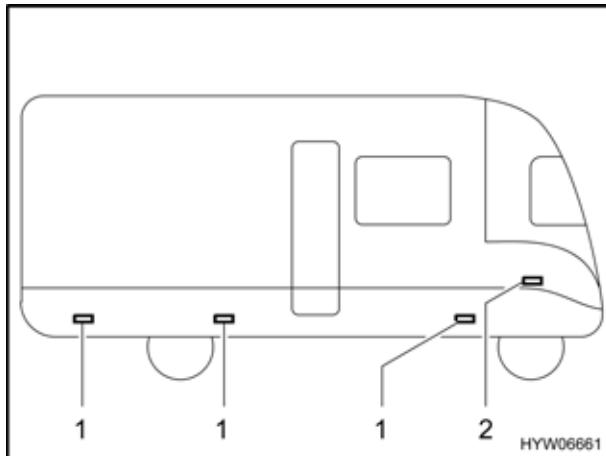

Fig. 111 Luci laterali
Indicatore di direzione (Fig. 111,2)
- La luce di ingombro (Fig. 111,1) va sostituita assieme al suo involucro.